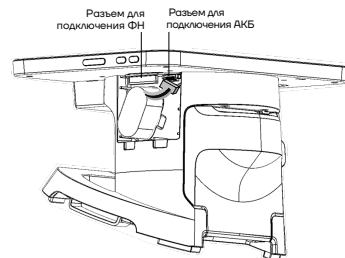

Рисунок 3. Установка аккумулятора
- 4 Придерживая корпус смарт-терминала, подключить кабель АКБ к разъему для аккумулятора (см. рисунок 3).